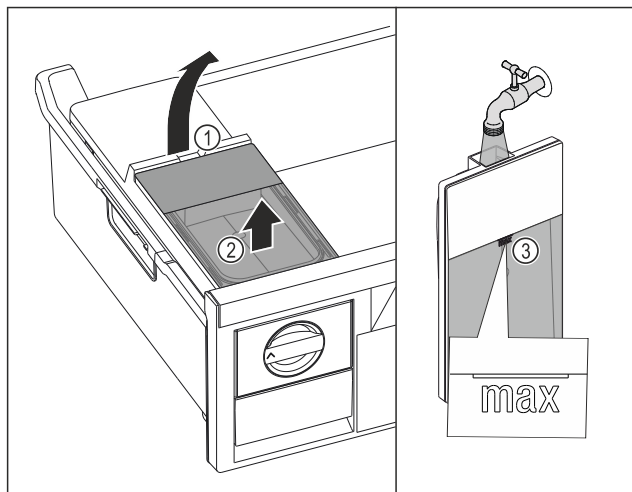

Fig. 67
- ▶ Sollevare il serbatoio dell'acqua dalla cavità Fig. 67 (1).
- ▶ Rimuovere il serbatoio dell'acqua estraendolo verso l'alto. Fig. 67 (2)
- ▶ Riempire il serbatoio dell'acqua con acqua potabile fino al contrassegno Fig. 67 (3).